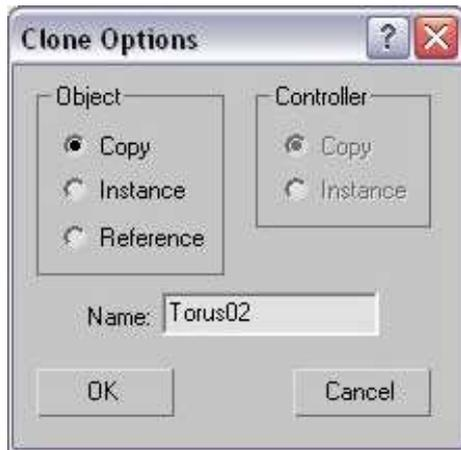

Рис. 8 – Диалоговое окно Clone Options (Параметры клонирования)
12. В появившемся окне **Clone Options** (**Параметры клонирования**), (рис. 8) выберите вариант клонирования **Copy** (**Независимая копия объекта**). При этом будет создан еще один объект **Torus** (**Тор**), который вы не